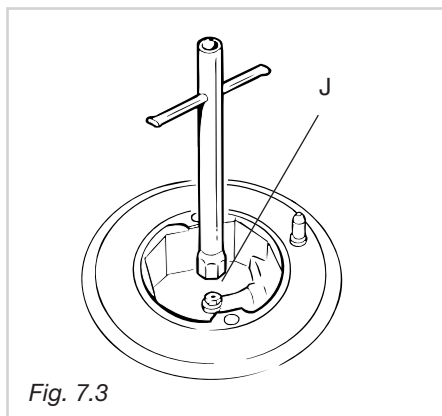

Fig. 7.3
- Avec une clé tube de 7 dévisser les injecteurs "J" (Fig. 7.3 - 7.4) et les substituer par ceux qui sont appropriés au gaz à utiliser.